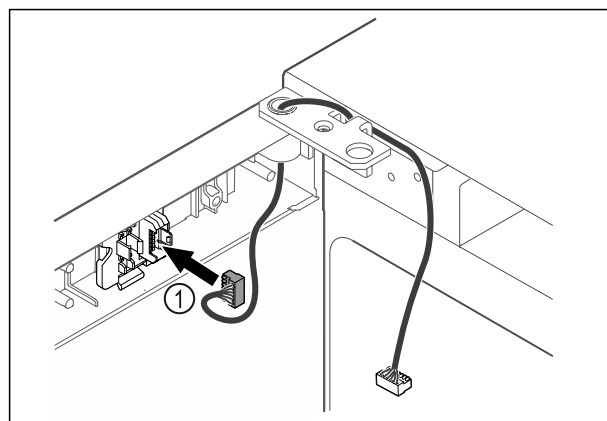

Fig. 64
- Stekker Fig. 64 (1) in stekkerhouder steken.